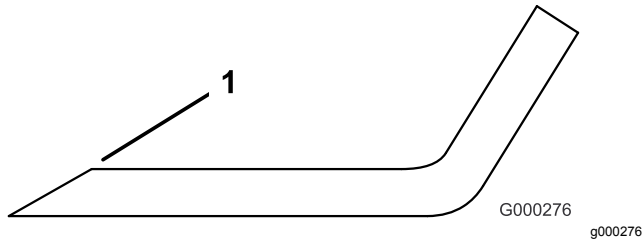

Figura 77
1. Utilice una lima para afilar el filo de corte en ambos extremos de la cuchilla (Figura 77).